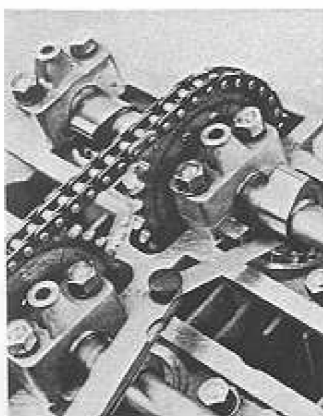

Fig. 6
- Per mezzo di uno spessore misurare a turno il gioco delle varie valvole (Fig. 6); scrivere i valori ottenuti su di un foglio di carta facendo bene attenzione a non confonderli tra di loro. Il gioco prescritto è:
- Measure the clearance of all the valves (Fig. 6) and write the figures obtained for each valve on a sheet of paper. The specified clearance is: